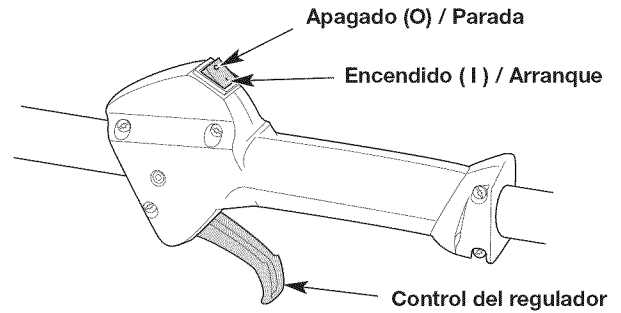

Fig. 4
**NOTA:** No hay necesidad de encender la unidad. El interruptor de Encendido/Apagado debe estar en la posición ENCENDIDO (I) en todo momento (Fig. 4).
6. Apriete el control del regulador (Fig. 4) y tire de la cuerda **5 veces** con movimiento regulado y firme (Fig. 6).
2. Oprima y no suelte el interruptor de control de Encendido y Apagado en la posición APAGADO (O) hasta que el motor se detenga por completo (Fig. 4).